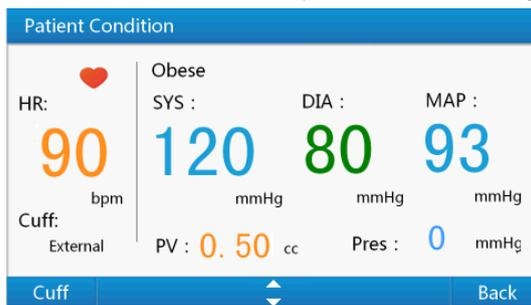

Figura 17 Interfaccia di simulazione della BP in presenza di determinate condizioni del paziente
- 1) Selezionare **“Patient Condition”** (Condizioni del paziente) all’interno di **“BP Simulation Menu”** o utilizzare il tasto numerico **“5”** per accedere all’interfaccia di simulazione della BP in presenza di determinate condizioni del paziente mostrata nella Figura 17.